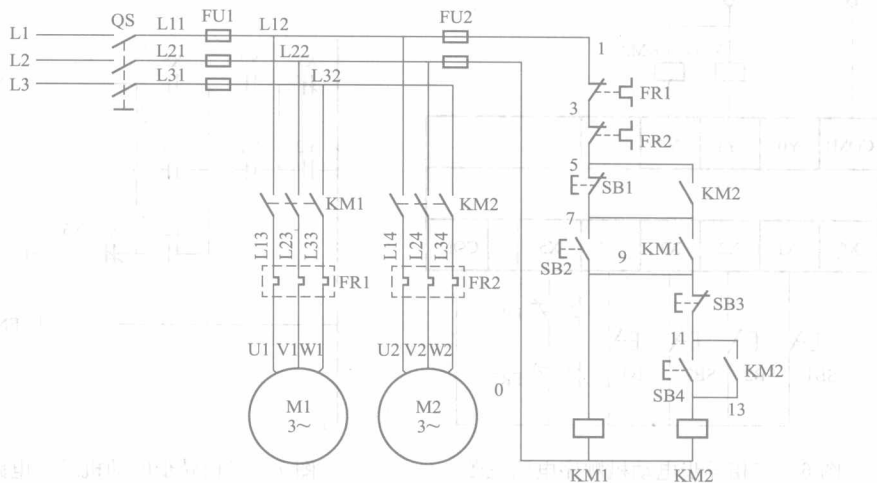

图5 三相异步电动机顺序控制电路原理图
**原理图** 三相异步电动机顺序控制电路原理图如图5所示。
**控制原理** 在图5中，电动机按 M1、M2 的顺序起动；停止时，电动机按 M2、M1 的顺序停止。即在起动时，只有当电动机 M1 起动运转后，电动机 M2 才能起动运转；在停止时，只有当电动机 M2 停止后电动机 M1 才能停止。